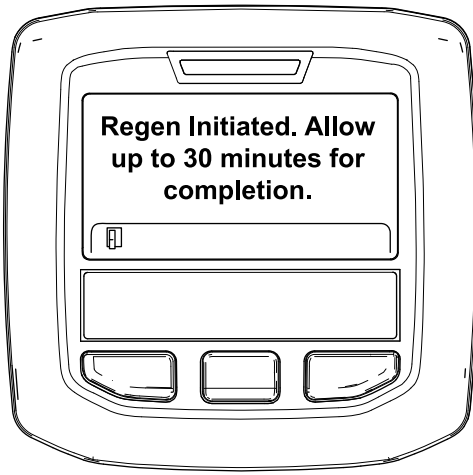

Figure 33
- Si la régénération est autorisée, le message « Regen Initiated. Allow up to 30 minutes for completion » (régén. lancée. Durée max 30 minutes) s'affiche dans l'InfoCenter. Attendez que la machine termine le processus de régénération en stationnement (Figure 33).